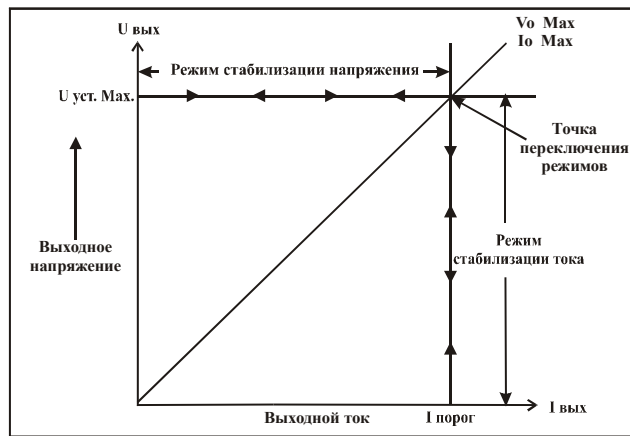

Рис. 2.1. Вольтамперная характеристика источника питания
Рабочая характеристика источника питания данной серии называется ВАХ с автоматическим переключением режимов. Это означает, что при изменении сопротивления нагрузки автоматически происходит переключение из режима стабилизации напряжения (CV) в режим стабилизации тока (CC) и наоборот. Точка пересечения значений установленного предела по току ($I_{\text{порог}}$) и максимального значения выходного напряжения ($U_{\text{уст. max}}$) называется точкой переключения режимов. На рис. 2.1 показана зависимость положения точки переключения от величины тока нагрузки.